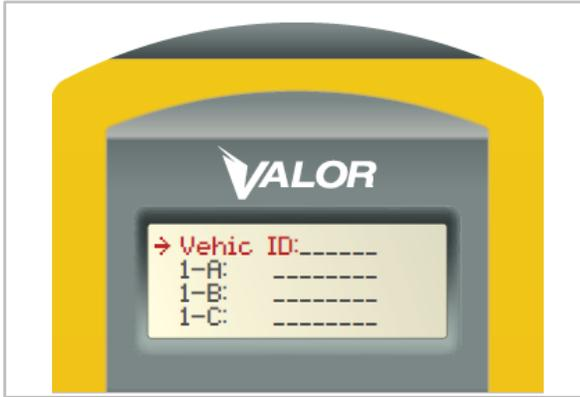

Figura 8
2. Posicione la flecha del cursor cerca de → "Vehicle ID:" (Figura 8) apague el CANBUS de valor y enciéndalo de nuevo. (Por ejemplo. Use el interruptor de ignición del vehículo o el botón de interrupción del arnés de Valor (Figura 8A).